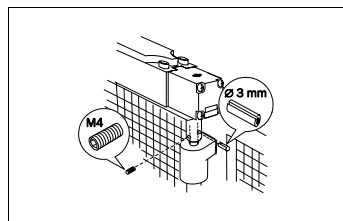

Fig. 2: garanzia dell'accoppiamento geometrico tra albero di commutazione e cerniera
- Collegare l'albero di commutazione dell'interruttore di sicurezza e la cerniera con vite senza testa M4 e spina di registro di $\varnothing 3$ mm (vedere Fig. 2).